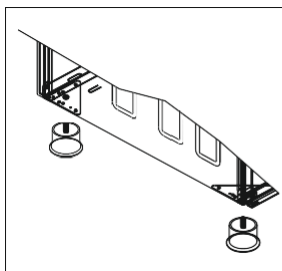
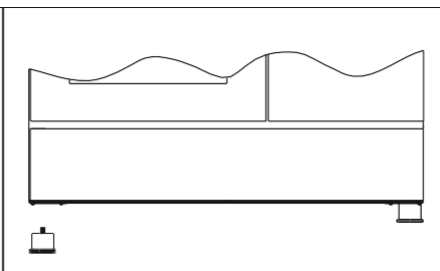

Figura 14
Figura 15
1. Como se muestra en la (figura 14), hay una barra para montar los pies en la parte inferior del horno. Las tuercas sobre estas barras se montan para atornillar los pies. (figura 15)